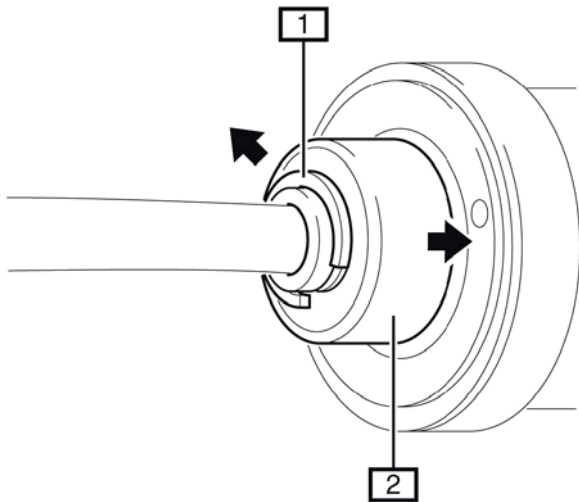

Fig. 8: 1 Sicherung / Lock ring / Sécurité / Seguro 2 Halteelement / Retainer element / Elemento de sujeción
- Fig. 8 Den Luftfederkreislauf ganz entlüften.
- Sicherungsring (1) am Proportionalventil des PDC Stoßdämpfer entfernen.
- Das Halteelement (2) mit einem passenden Gabelschlüssel in Richtung PDC Stoßdämpfer gedrückt halten.
- Fig. 8 Bleed all air from the air spring circuit.
- Remove lock ring (1) on the PDC shock absorber's proportional valve.
- Keep the retainer element (2) compressed toward the PDC shock absorber with an appropriate fork wrench.
- Fig. 8 Purger complètement le circuit de suspension pneumatique.
- Enlever le circlip (1) de la soupape proportionnelle de l'amortisseur PDC.
- Maintenir en place l'élément de support (2) en direction de l'amortisseur PDC avec une clé à fourche adéquate.
- Fig. 8 Purgar completamente el circuito de la amortiguación neumática.
- Retirar la anilla de seguridad (1) de la válvula proporcional del amortiguador PDC.
- Mantener apretado el elemento de sujeción (2) en el sentido del amortiguador PDC con una llave de boca.